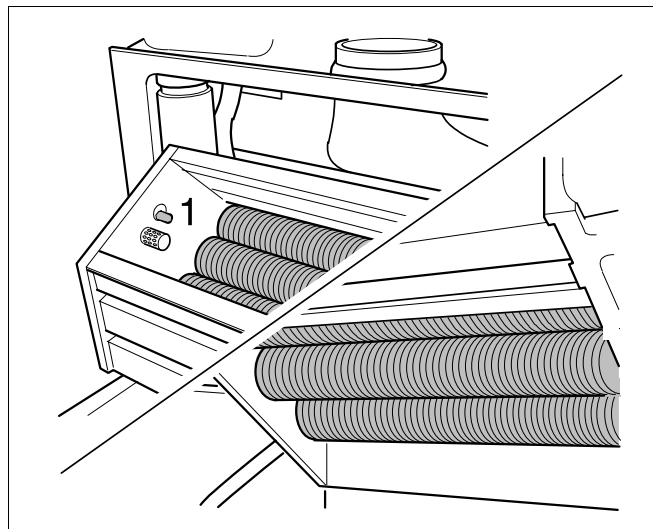

Fig. 40 Nettoyer l'échangeur de chaleur
l'électrode à incandescence (fig. 40, pos. 1) est fragile.